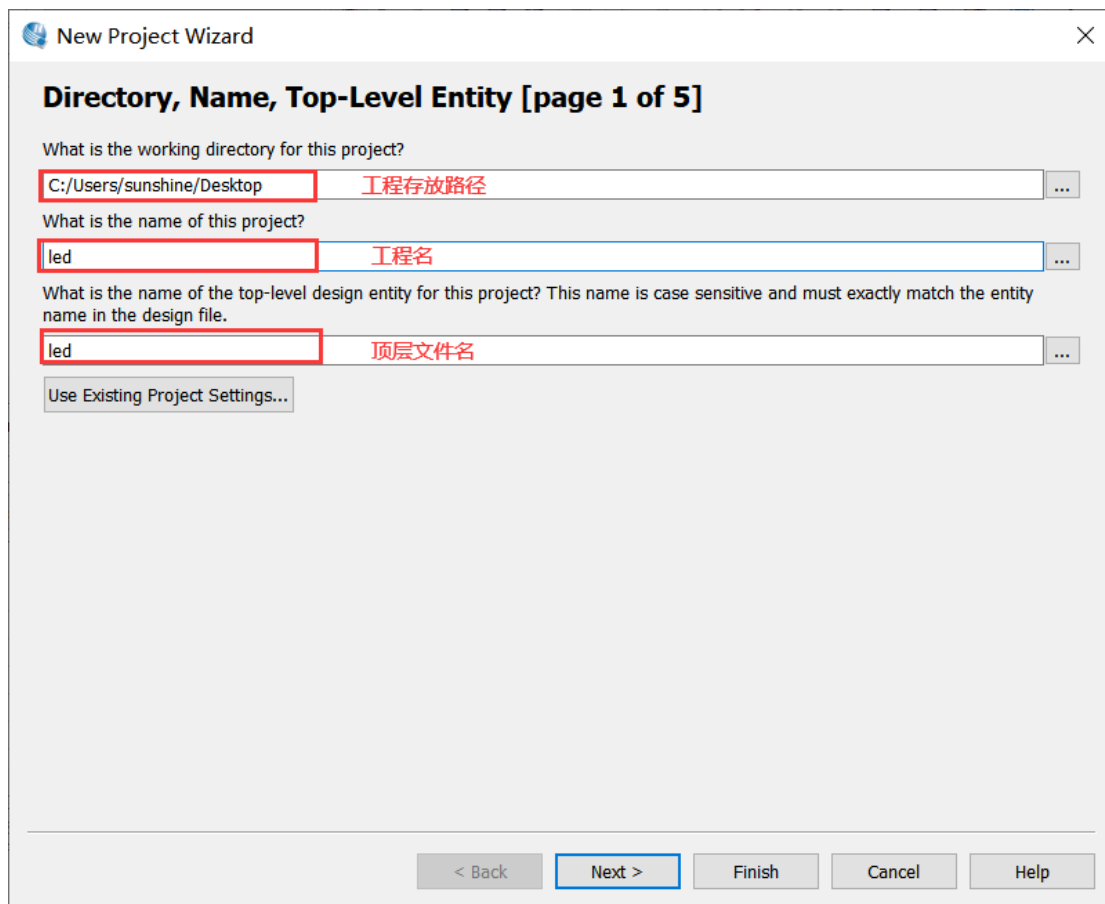

图 1-5
3、在此界面选择工程存放的路径，设置工程名及顶层文件名称，如图 1-5 所示。